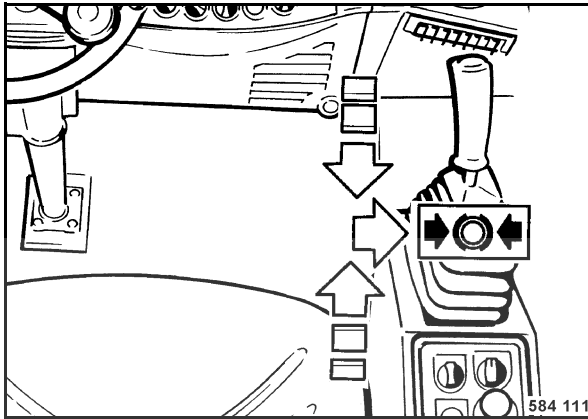

fig. 51
- Ramener lentement le levier de commande de marche (fig. 51) sur position neutre puis l'encraner vers la droite sur position de freinage.